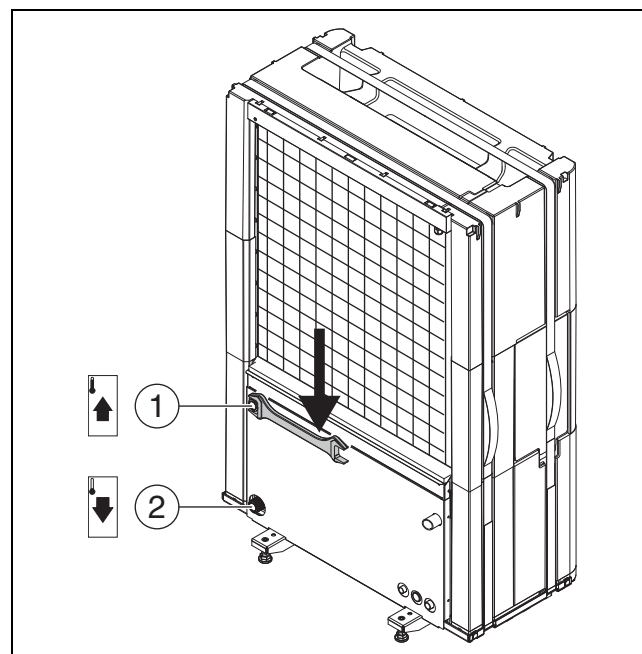

Bild 15 Anslutningar värmebärarrör, beskrivning gäller alla storlekar
- Anslut framledningen till inneenheten till värmebärare ut (→ [1], Bild 15).
- Anslut returledningen från inneenheten till värmebärare in (→ [2], Bild 15).
- Dra åt anslutningarna för värmebärarrörerna med 120 Nm åtdragningsmoment. Rikta kraften nedåt (→ Bild 15) för att undvika belastning i sidled på kondensorn.